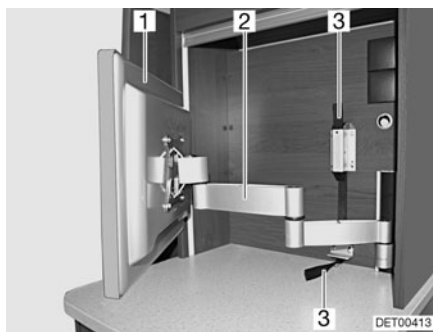

Fig. 72 Pantalla plana con brazo articulado
- Tirar de la cinta textil (Fig. 72,3) para desbloquear el brazo articulado (Fig. 72,2).
- Girar la pantalla plana (Fig. 72,1) a la posición deseada.